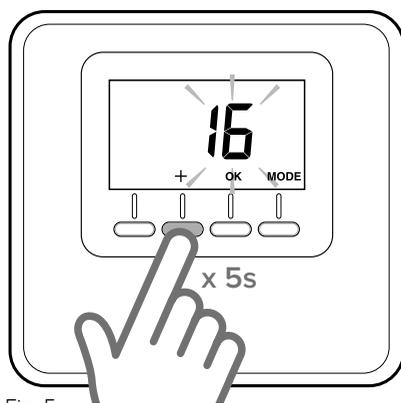

Fig. 5
- Pressionar a tecla “+” no sensor ambiente (Fig. 5) durante 5 segundos. O visor apresenta, alternando, a versão do software e o índice de modificação.